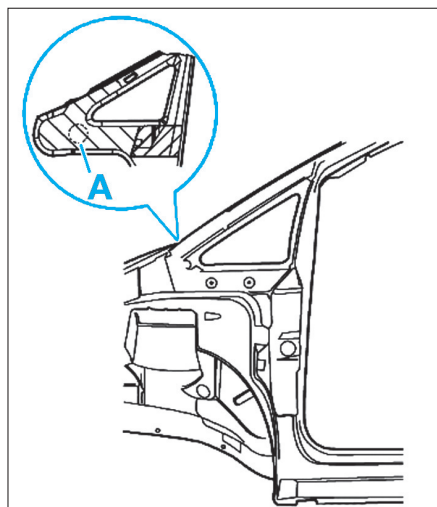

FIG. 28
- Après le passage en peinture, remplir de mousse le corps creux à travers le trou (A) du caisson d'eau (Fig.28).